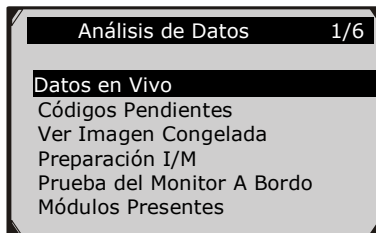

Figura 4.1
- 2) Use el botón de desplazamiento **ARRIBA/ABAJO** para seleccionar el elemento deseado del menú **Análisis de Datos**, y presione el botón **OK**. (Figura 4.1)